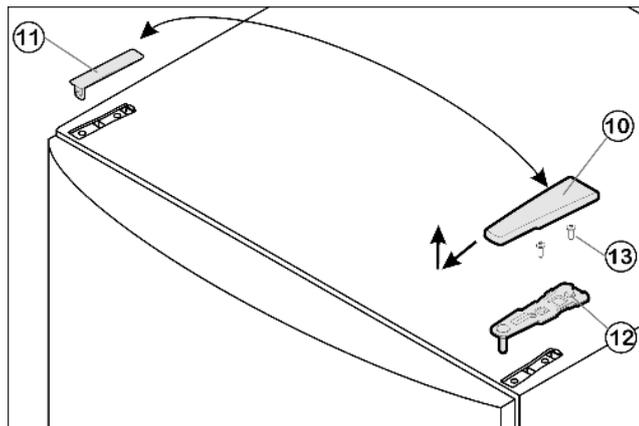

Fig. 8
- ▶ Estrarre la copertura Fig. 8 (10) tirandola in avanti e verso l'alto.
- ▶ Staccare la copertura Fig. 8 (11).
- ▶ Svitare il blocco di supporto superiore Fig. 8 (12) (2 x Torx 25) Fig. 8 (13) ed estrarlo tirandolo verso l'alto.